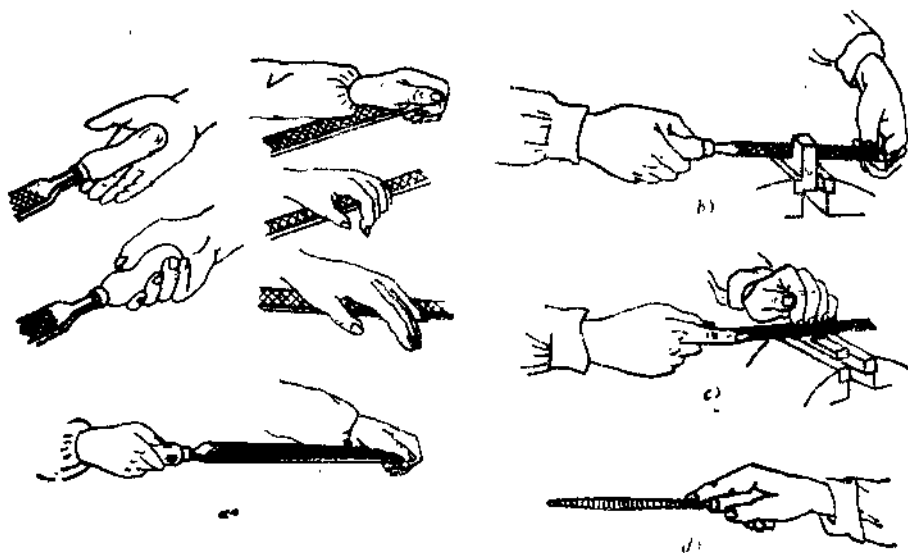

图1-18 锉刀握法
(1) 锉刀握法 锉刀握法是随锉刀的大小形状而定的,基本握法如图 1-18 所示。
对于 250 毫米以上大尺寸锉刀的握法,如图 1-18 a 所示,用右手握紧锉刀柄,柄端抵在大拇指根部的掌心上,大拇指放在柄的上方,其余四指满握锉刀柄。左手的握法如图所示,有三种。右手推动锉刀并决定锉刀推动方向,左手肘部适当抬起,以便协同右手使锉刀在锉削过程中保持平衡。
对于中等尺寸的锉刀,右手握法与上述大锉刀握法一样,左手只需用拇指、食指和中指轻轻扶持即可,如图 1-18 b 所示。
小尺寸锉刀和什锦锉刀常用于小平面修整,其握法如图 1-18 c 所示。最小型锉刀常常只用一只手握持即可,如图 1-18 d 所示。